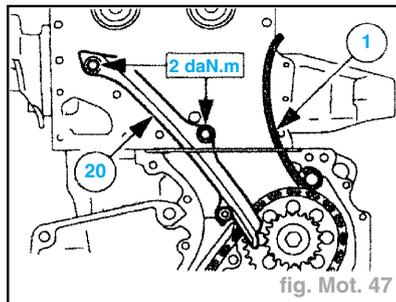

fig. Mot. 47
- Poser le guide de la chaîne à rouleaux double (fig. Mot. 47) :
- rail tendeur (1),
- guide-chaîne (2).